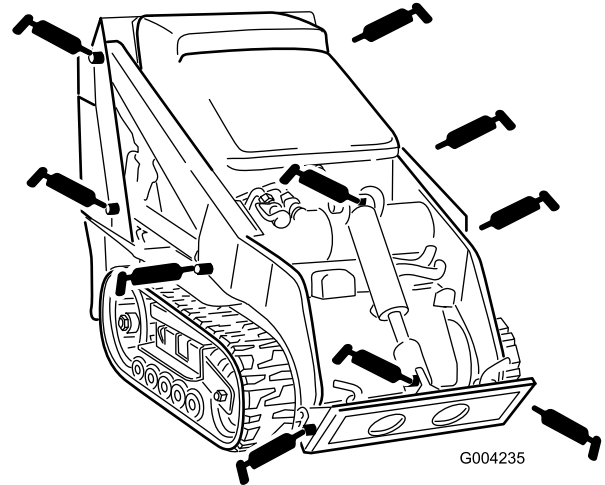
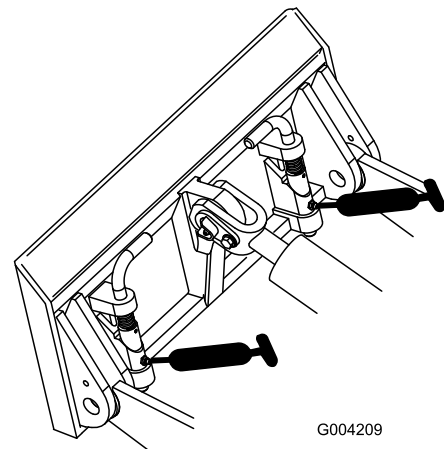

Bild 32
Bild 33
3. Setzen Sie die Fettpresse nacheinander an allen Nippeln an (Bild 32 und Bild 33).